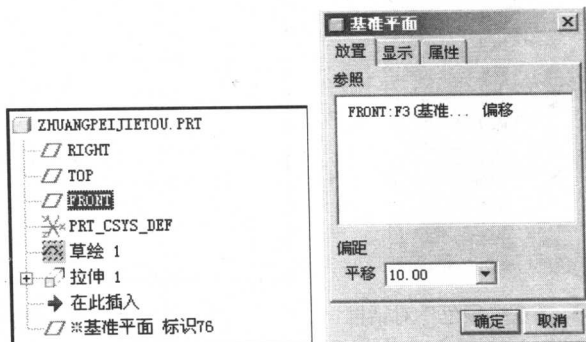

图 1-11 “模型树”和“基准平面”对话框
(11) 在工作视图区左侧的“模型树”中单击选择 FRONT (前视基准平面), 然后在工作视图区右侧的工具栏中单击“基准平面工具”按钮, 打开“基准平面”对话框, 在“平移”数值框中输入需要的数值, 如图 1-11 所示。